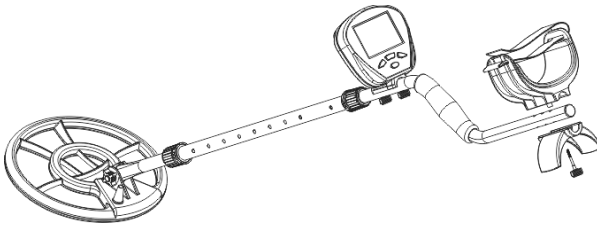

Fig.6
6. Ajustez la position du bras. Relâchez la vis sous le bras de sorte que le bras soit desserré de haut en bas et ajustez le bras à une certaine position avant de serrer la vis (Voir Fig.6) .